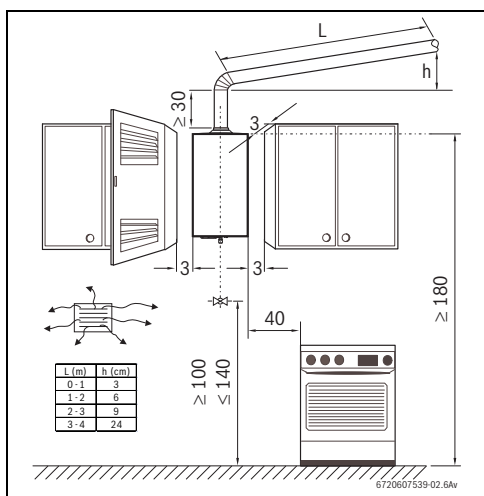

Fig. 10 Distanze minime
- Attenersi scrupolosamente a leggi e normative vigenti (UNI-CIG 7129, UNI-CIG 7131) e ad eventuali disposizioni locali riguardanti l'installazione di apparecchiature a gas e l'evacuazione dei gas combusti. Misure d'installazione, vedi Fig. 10.
- Rispettare le distanze minime d'installazione (vedere Fig. 10).